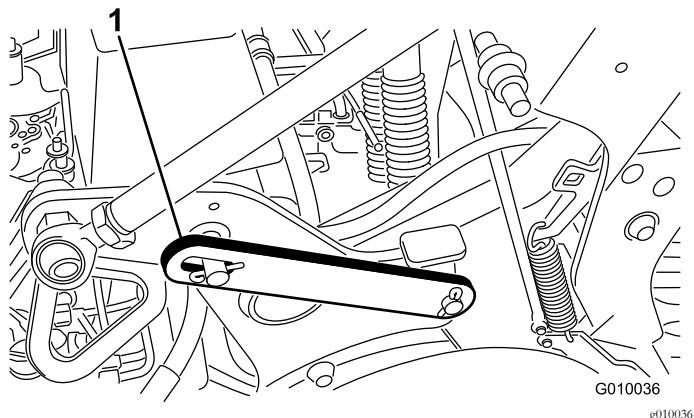

Bild 20
3. Entfernen Sie den Clipring, mit dem der Wartungsriegel in der Einlagerungsstellung befestigt ist (Bild 20).